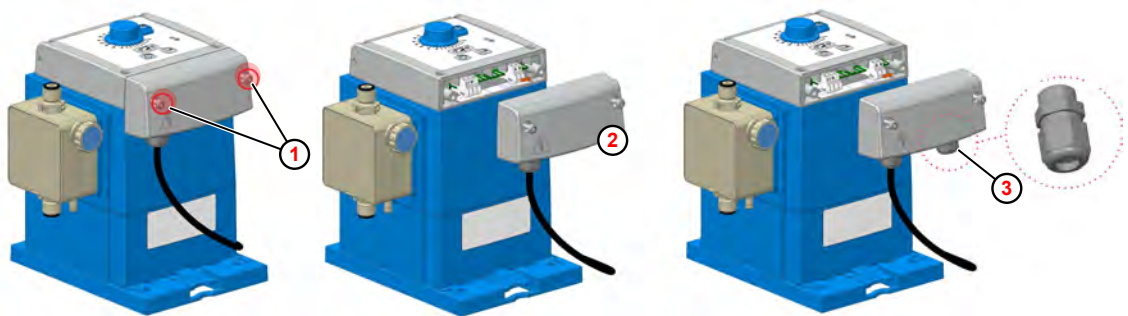

Fig. 11: Instalación eléctrica «EcoPro»
① Tornillo de la carcasa
② Tapa del espacio de fijación
③ Unión roscada para cables
1. ➤ Aflojar los dos tornillos de la carcasa (Fig. 11 , ①). Los tornillos están asegurados para que no caigan hacia fuera.
2. ➤ Quitar la tapa del compartimento de terminales ② .
3. ➤ Para conectar la señal de activación externa, instale el racor atornillado para cables M12x1,5 del paquete adicional de la bomba en la ubicación correspondiente ③ .